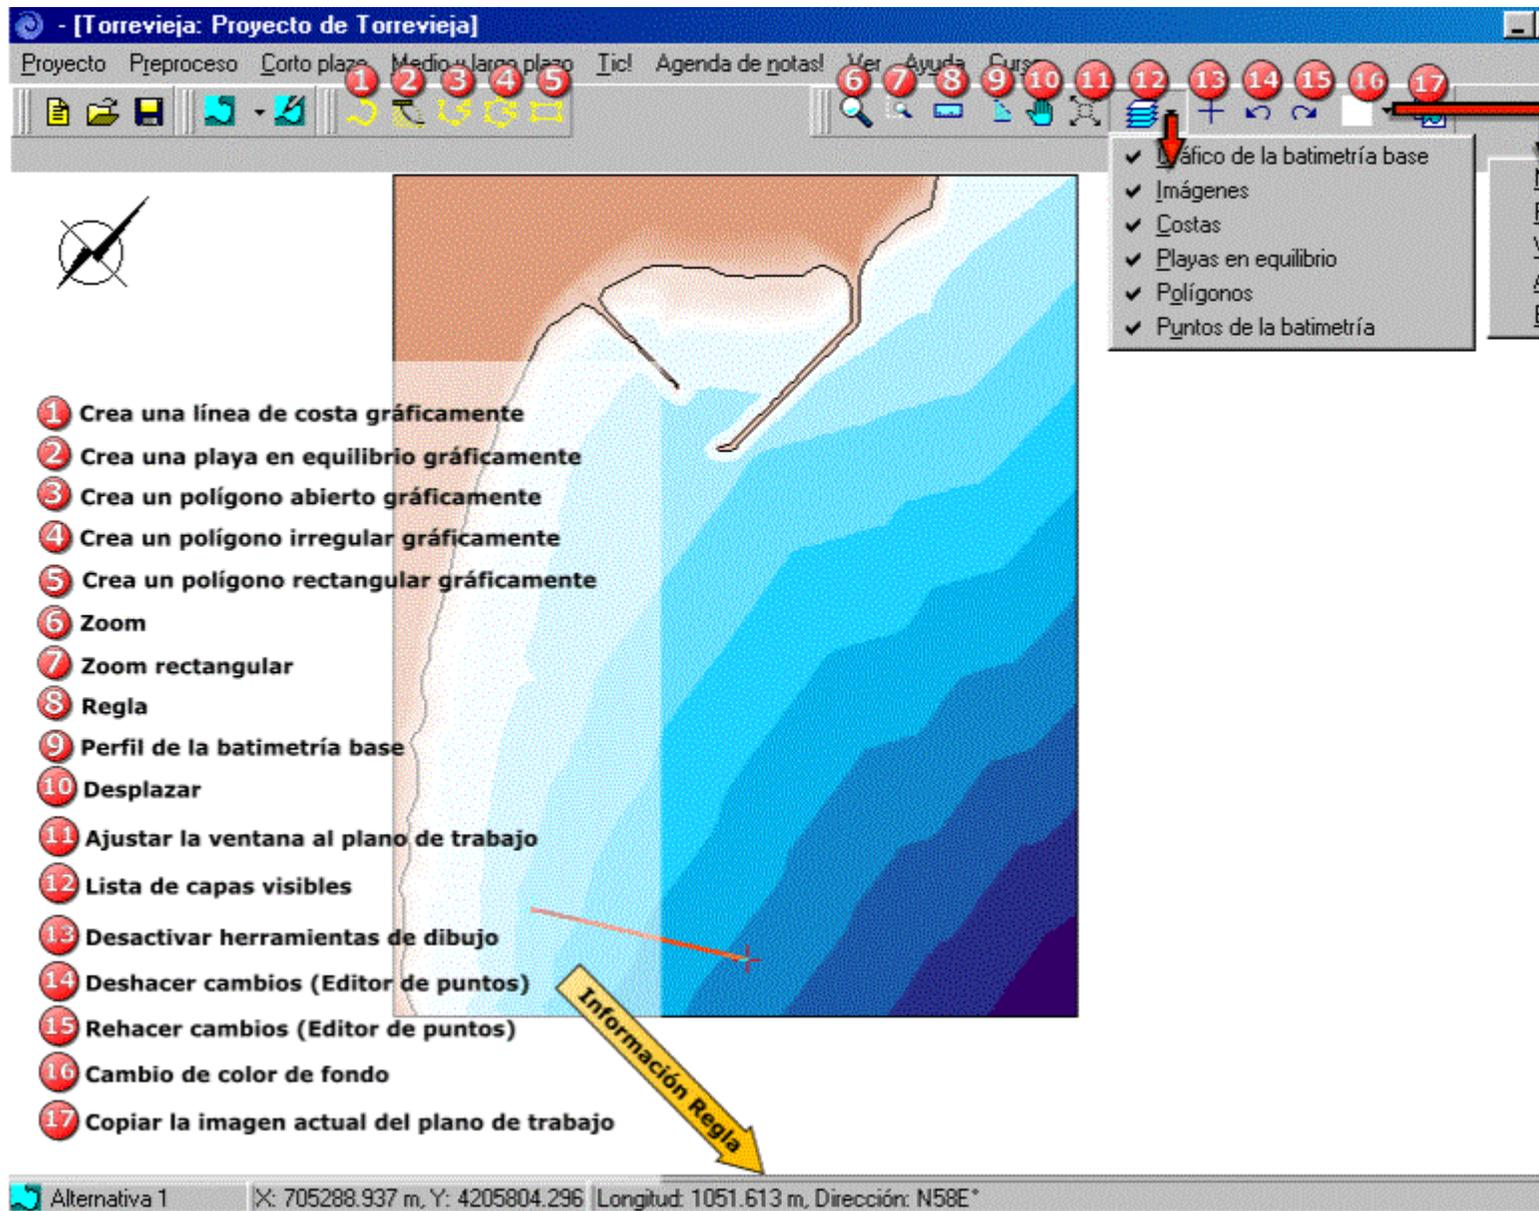
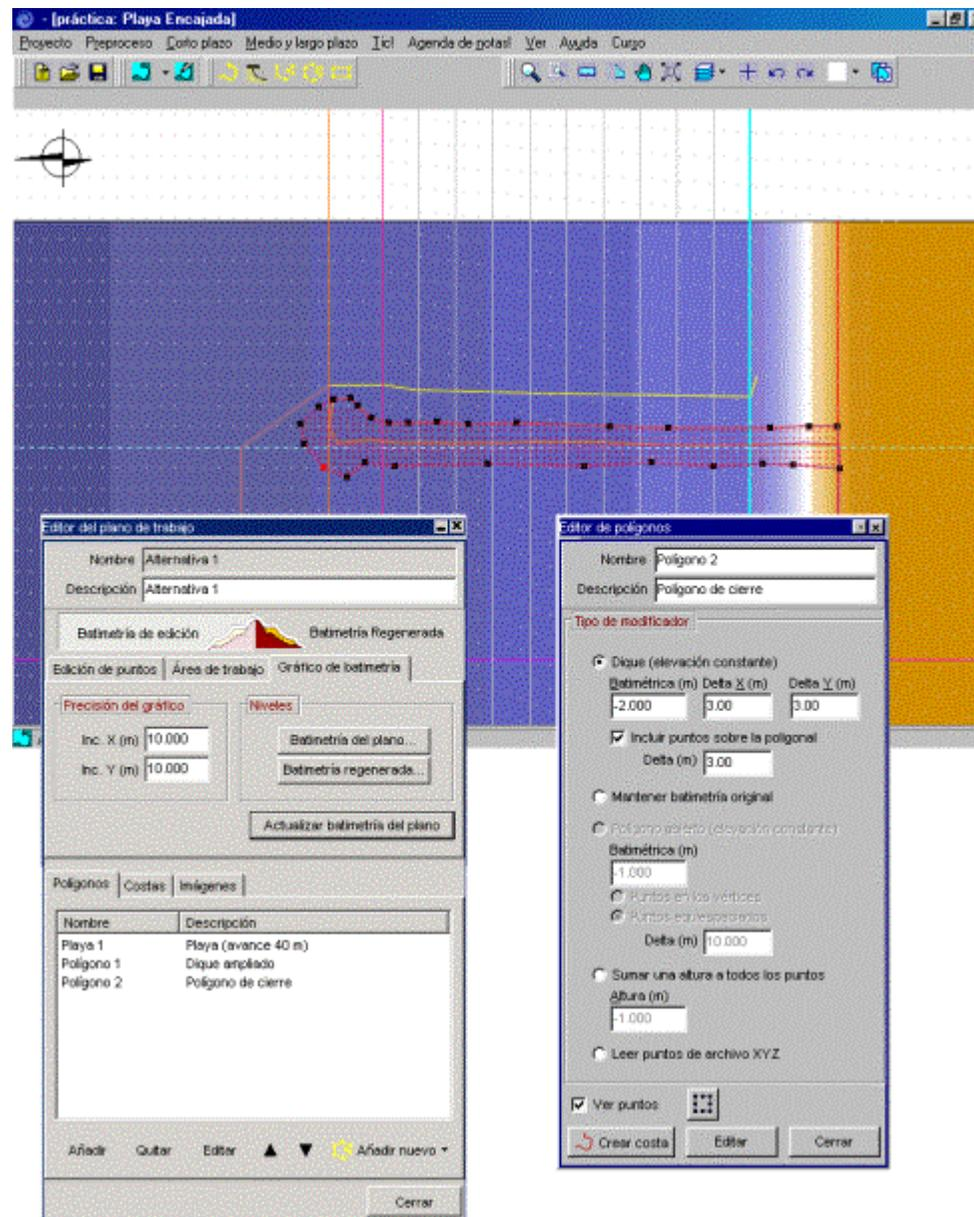

Figura 7.2
Figura 7.13
Con el fin de facilitar el desarrollo de este tutor, se ha dejado en la sección 6.9 la descripción detallada del manejo de los diferentes modificadores gráficos del plano base (polígonos, costas y playas). En la figura 7.2 se muestra la localización de los distintos botones que se van a utilizar durante este ejemplo.
- Lo primero es pulsar el botón (1), esta acción muestra en la pantalla el “Editor del plano de trabajo” y sobre el plano aparecen en color azul y verde los puntos de la batimetría. Para facilitar la visualización de otros elementos sobre el plano, vamos a prescindir visualmente de los puntos de la batimetría. Lo cual se consigue entrando en capas del plano (12), figura 7.2.
- Sobre el editor de plano, pulsar la pestaña de la página de costas, con el número (2).
- A continuación, pulsar el botón (3) de “Añadir nueva”, a partir del cual seleccionamos la opción “Importar BLN...” de la lista desplegable. Esta opción nos permite abrir la ventana donde buscamos el archivo de costa en la dirección:
- Pulsar el botón (2) de la figura 7.2 (botón en amarillo con un perfil de playa);
- Activar el zoom (6), figura 7.2, y ampliar la imagen tal como se muestra en la figura 7.13, en la zona final de la playa. Utilizar la ayuda de la mano (10) para desplazar la pantalla;
- El dique se va a localizar sobre el polígono de la playa (línea negra en la pantalla), esto con el fin de evitar que queden puntos de la batimetría base entre dique y la nueva playa. Pulsar el botón (4) con el dibujo de un polígono irregular cerrado, y luego sobre el plano ir picando los vértices con el botón izquierdo del ratón, tal como se muestra en la figura 7.13 (ver detalles acerca del manejo del polígono en la sección 6.9.1). El dique se debe extender hasta la profundidad de cierre del perfil, para garantizar la estabilidad lateral del mismo;
- Maximizar el editor de polígonos y teclear las opciones que se muestran en la figura 7.13;